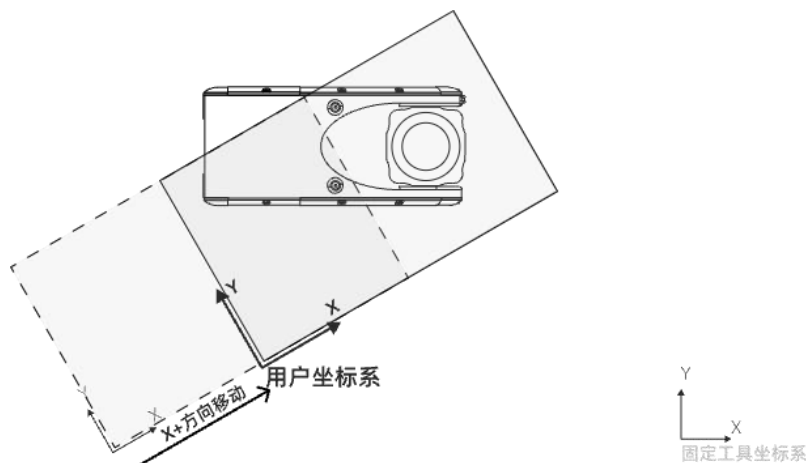

图 7.10.8
当机器人移动参考用户坐标系移动时，当按住 $x+$ 时工件被机器人抓取基于用户坐标系的 x 方向移动，如下图 7.10.8。
2. 在图 7.10.8 中，当我们指示机器人沿 X+方向移动时，从人眼视觉的角度观察，似乎是工件向着工具的 X 方向靠近。然而，根据坐标系点位变化的描述来看，实际上是两个坐标系之间的相对距离在减小，这意味着空间中的描述点位数值是减少的。